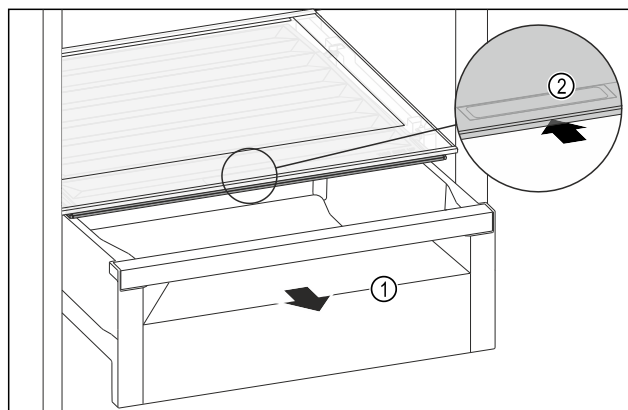

Fig. 109
- ▶ Извлеките выдвижной ящик Fig. 109 (1).
- ▶ Возьмитесь за утепленную ручку Fig. 109 (2) на крышке отделения и одновременно введите крышку отделения назад.